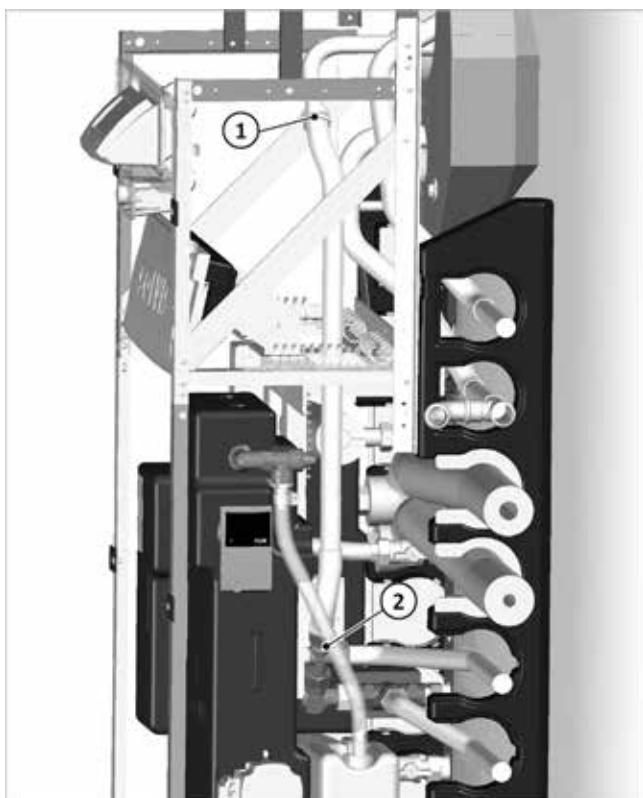

Fig. 9: Tubo de conexión montado
4. Monte el tubo de conexión en el codo de tubo superior (1), tiéndalo hacia la conexión de la válvula de conmutadora inferior (2) y conéctelo (véase ➔ Fig. 9).